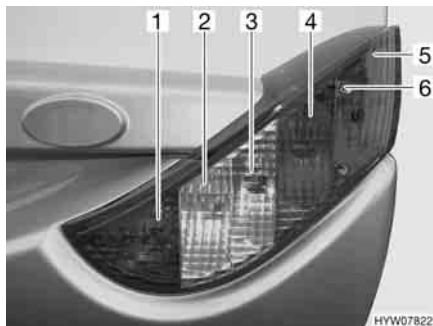

Fig. 229 Luci posteriori (lato anteriore)
- Svitare le tre viti ad esagono cavo (Fig. 229,6).